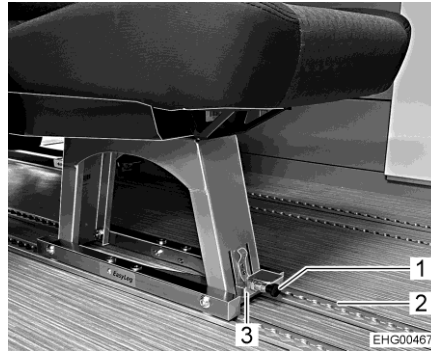

Bild 3 Einzelsitz (arretiert)
- Schwarzen Griff (Bild 3,1) nach vorn ziehen.
- Metallbügel (Bild 3,3) nach oben ziehen.
Der Einzelsitz/die Doppelsitzbank kann jetzt in der Schiene (Bild 3,2) verschoben oder aus der Schiene herausgehoben werden.